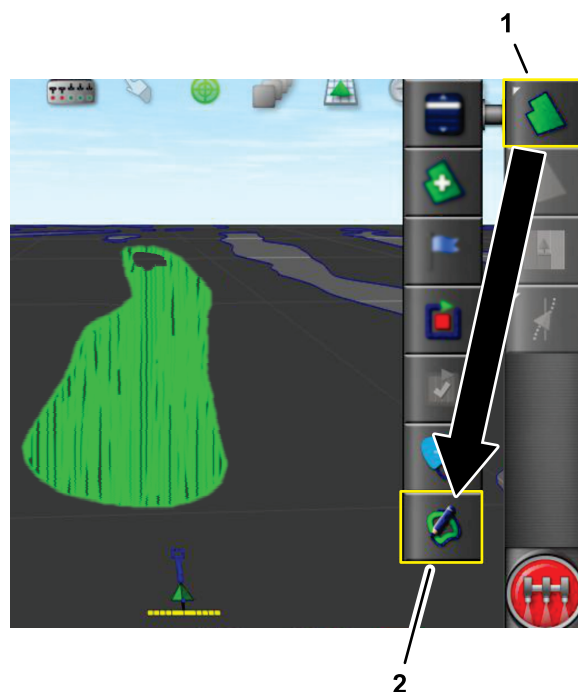

图 51
- 按“场地”图标然后按“从覆盖范围创建边界”图标图 51。